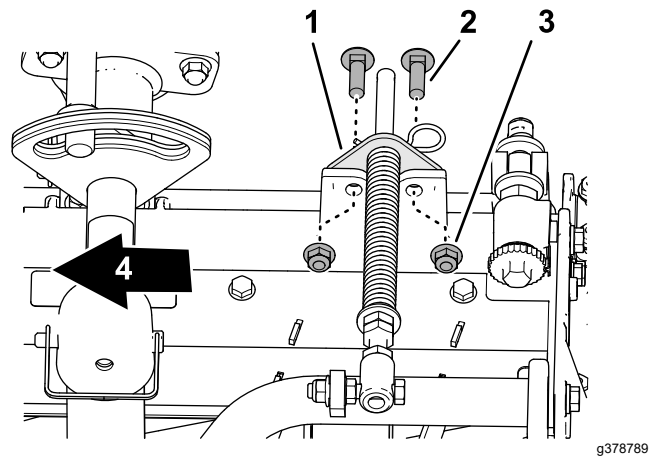

Figura 20
5. Alinhe dos furos no suporte do compensador de relva com os furos do cilindro da estrutura da unidade de corte (Figura 20).